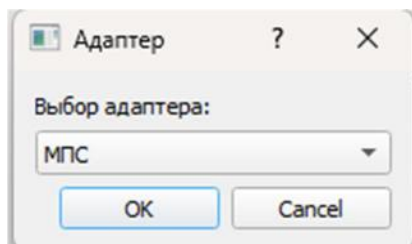

Рис. 3 – Выбор адаптера
5. В появившемся диалоговом окне «Адаптер» выбрать «МПС» и нажать «Ок» (рис. 3).